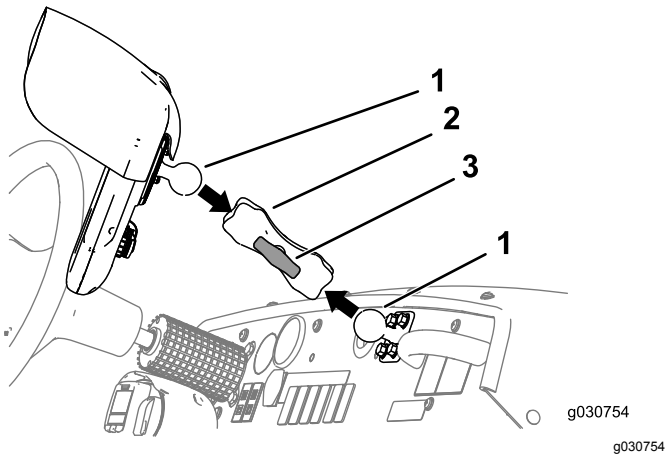

图153
- 松开监控器臂上的旋钮直至可以将打药车监控器背面接头上的球形枢轴和仪表板安装支架的球形枢轴同时滑入槽形监控器臂图153。
- 从驾驶员座椅左侧座椅处调节打药车监控器的位置以便您可以方便地看到显示屏图153。
- 用手拧紧监控器臂的旋钮图153。